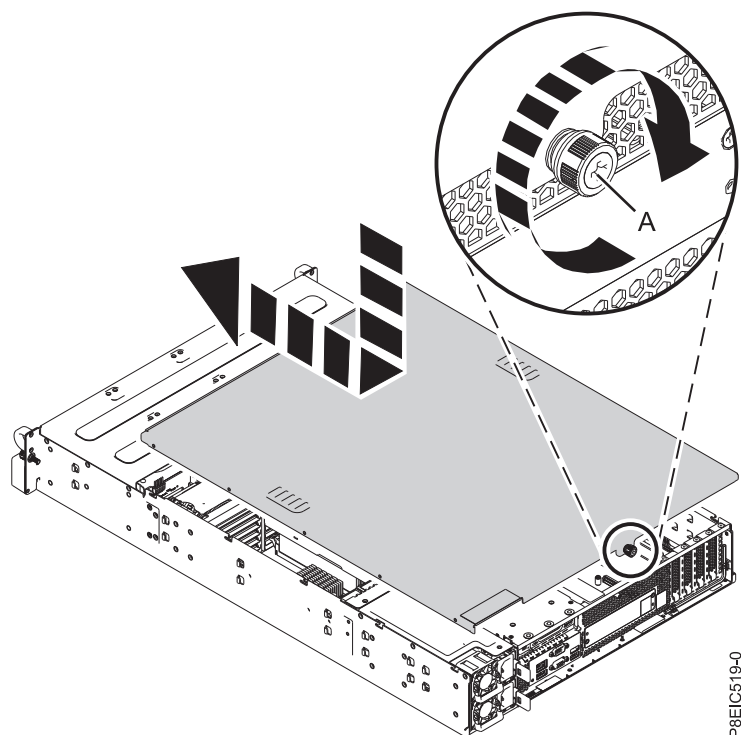

図 121. 保守カバーの再取り付け
1. カバーの位置合わせピンがシャーシのスロットの位置に合うようにして、カバーをシステム装置の上に置きます。カバーを前方にスライドさせます。 124 ページの図 121を参照してください。
2. カバーねじ (A) でカバーを固定します。 図 121を参照してください。